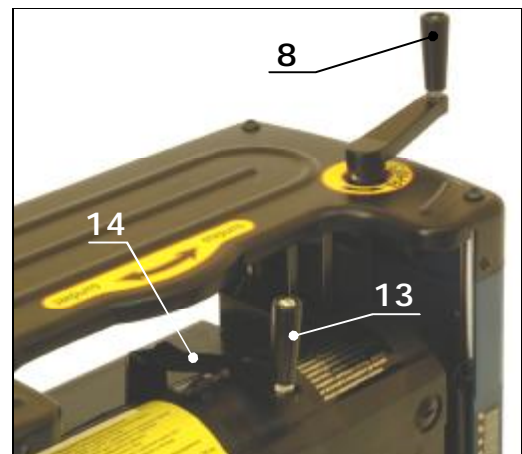

Рис.11
Поверните рычаг 13 (Рис.11) фиксации рабочей головки 14 (Рис.11) против часовой стрелки (на разблокирование), затем вращайте ручку 8 (Рис.11) подъёма/опускания рабочей головки по часовой стрелке – подъём, против часовой стрелки – опускание. Один оборот ручки соответствует перемещению рабочей головки вниз или вверх на 3 мм.
1. Поверните фиксирующий рычаг 13 (Рис.11) против часовой стрелки на разблокирование.
5. Зажмите рычаг 13 (Рис.11), фиксирующий рабочую головку, повернув его по часовой стрелке.